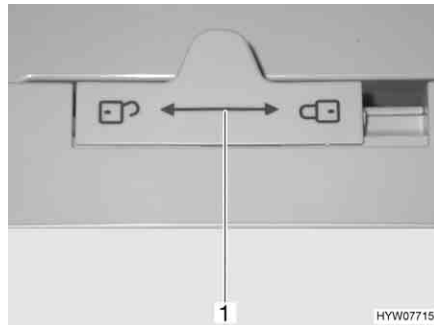

Fig. 154 Dispositif de verrouillage de la porte du réfrigérateur (Dometic Série 7)
- Pousser le dispositif de verrouillage (Fig. 154,1) vers la gauche "🔓".
- Pousser le dispositif de verrouillage (Fig. 154,1) complètement vers la droite "🔒".